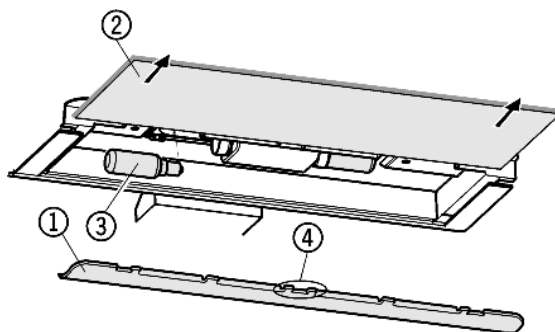

Fig. 17
- ▶ Sundejte krytku Fig. 17 (1): Prsty uchopte za krytku a vyklesněte.
- ▶ Vytáhněte skleněnou desku Fig. 17 (2).
- ▶ Žárovku Fig. 17 (3) vyměňte.
- ▶ Nasaďte zpět krytku: zaklesněte vpravo a vlevo a dávejte pozor na to, aby prostřední háček Fig. 17 (4) zasahoval přes skleněnou desku.